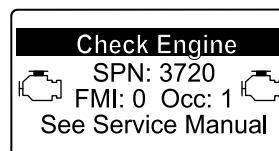

**Figura 77**
**Importante:** Nunca tente limpar o filtro de segurança (Figura 77). Substitua o filtro de segurança após três operações de manutenção do filtro primário.